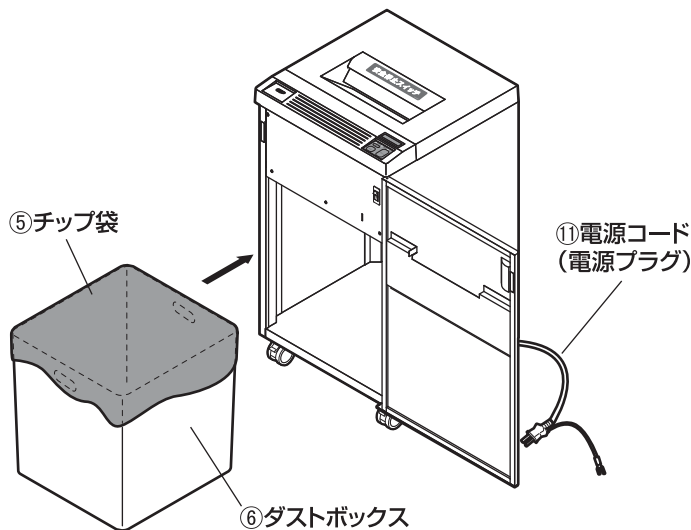

図6 ダストボックスのセット
- ❗ ●チップ袋⑤は、ダストボックス⑥の内側に密着するようにセットしてください。密着が不十分な場合、満杯検知の誤作動や細断片が飛散する原因になることがあります。 図6 参照